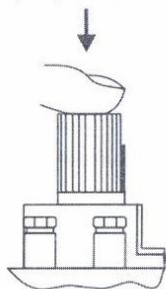
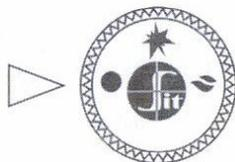
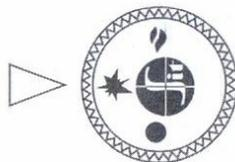
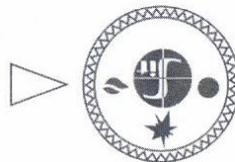

Рис. 4
Рис. 5
Рис. 6
Рис. 7
Ручка управления рис.4 имеет три позиции: «выключено» (рис.5), «розжиг запальной горелки» (рис. 6) и «розжиг основной горелки» (рис. 7).
Нажмите ручку управления и поверните ее в положение «Запальная горелка» (рис.6). Нажмите ручку управления до упора и, не отпуская ее, нажмите несколько раз кнопку пьезозажигалки, подожгите запальную горелку, удерживая ручку полностью нажатой в течение нескольких секунд. Отпустите ручку управления и убедитесь, что запальная горелка горит. Если запальник погас, повторите процедуру розжига, увеличив время нажатия.
**Положение 2 – розжиг основной горелки.** Слегка нажмите ручку управления и поверните ее против часовой стрелки в положение «Включено» (рис. 7). Термоэлектрод, нагреваясь в пламени пилотной горелки, начинает вырабатывать электрический ток, поступающий на катушку электромагнита, который удерживает предохранительный клапан в открытом положении. Когда питание поступает на электромагнитный клапан, он открывается, пропуская поток газа на основную горелку.
Поверните ручку управления в положение «Запальная горелка» (рис.6). Подача газа на основную горелку прекращается, а запальная горелка остается зажженной.
Поверните ручку управления в положение «Выключено» (рис.5). При повороте ручки управления на позицию «Выключено» шток ручки управления с клапаном перемещается вверх и закрывает канал; поступление газа на пилотную горелку прекращается.
- Повернуть ручку управления клапана в положение «Выключено» (рис.5).
- Нажать ручку управления и повернуть ее в положение «Запальная горелка» (рис.6).
- Повернуть ручку управления клапана в положение «розжиг основной горелки» (рис.7), после чего горелка переходит в штатный режим работы;
- Для отключения основных горелок повернуть ручку управления клапана в положение «Запальная горелка» (рис.6). При этом факел запальной горелки будет гореть.
- Для отключения запальной горелки ручку управления клапана повернуть в положение «Выключено» (рис.5). Закрыть газовый кран на газопроводе.